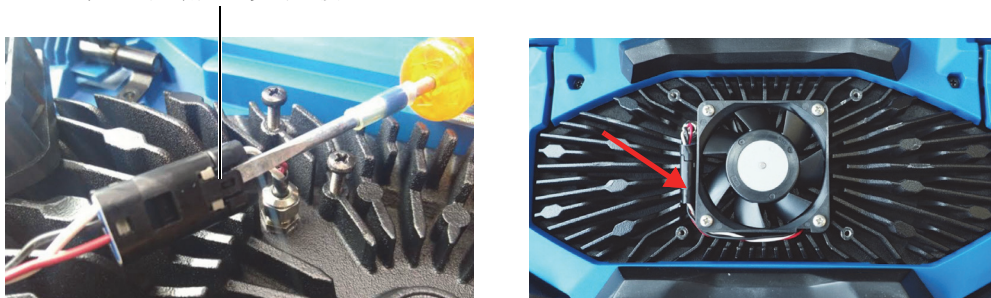

图 4-3 断开风扇的电缆（左图）和最终装好电缆（右图）
3. 如果风扇损坏，或者发生了故障，则要仔细地将电缆断开（参见第54页的图 4-3），并使用一个新风扇替换这个损坏了的风扇。
4. 如果断开或移动了风扇的电缆，则需确保在安装新风扇时，电缆被重新连好，并放在适当的位置（参见第54页的图 4-3）。